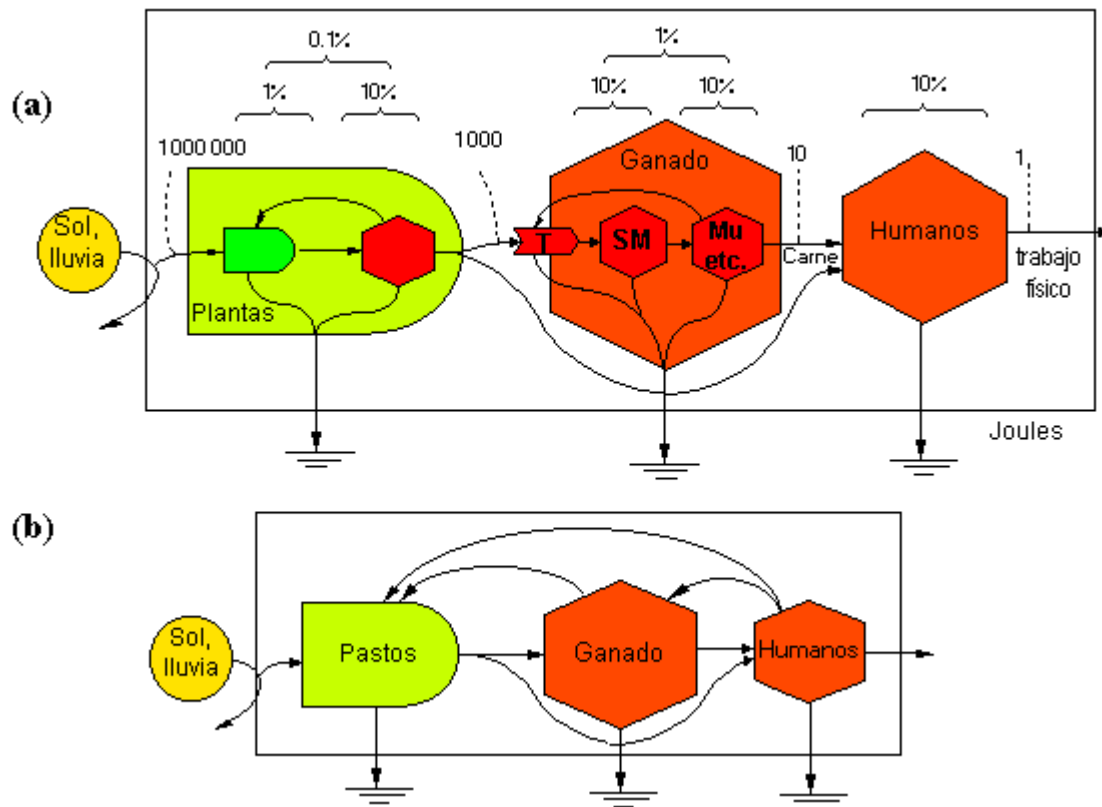
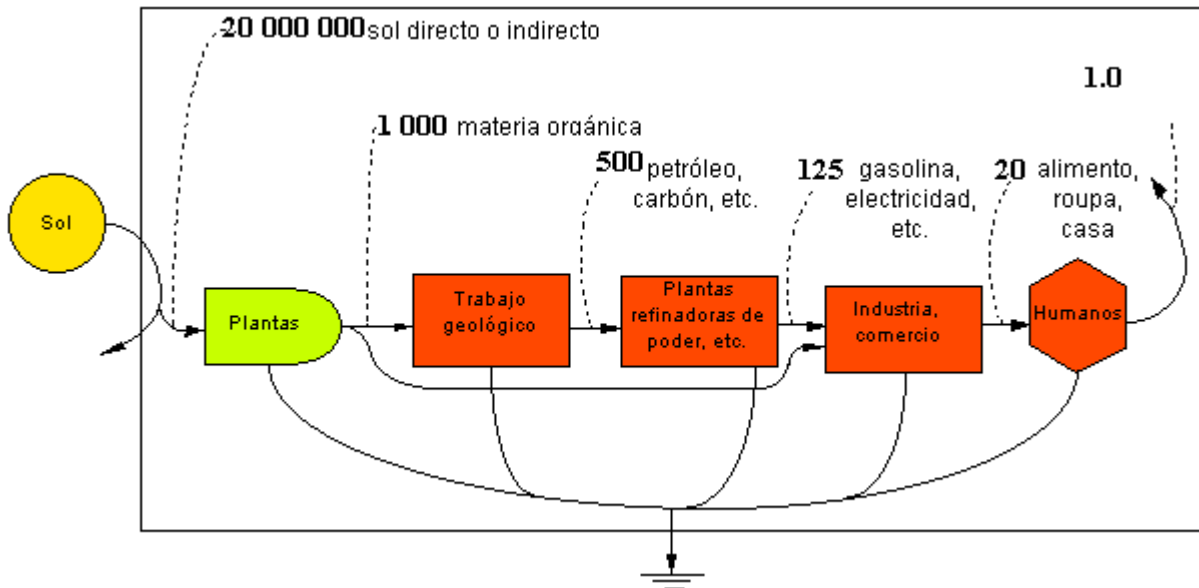

Figura 4.2 Cadena alimenticia de un rancho de ganado, soportando seres humanos
Figura 4.3 Cadena energética para una población urbana, basada en combustible.
La capacidad de sustentación de una área, para ciertos organismos, depende de donde están ubicados en la cadena alimenticia. Generalmente, una área puede soportar muchos productores (en el extremo izquierdo de la cadena alimenticia) y pocos consumidores de alta calidad (en el extremo derecho). Por ejemplo, en el rancho de la Figura 4.2 crecerá mas pasto que ganado.
alimenticia para este sistema simple de una granja es representada en la Figura 4.2 (a).
La retroalimentación en la Figura 4.2 (b) va de la hacienda hacia el ganado y de este al pastizal. La retroalimentación desde el granjero representa la administración en la forma de cría, rebaño, y protección del pastizal.
La Figura 4.2 representa la más baja energía en el mundo. El trabajo de los hombres es sustentado por una cadena alimenticia rural basada en pasto y ganado. En la sociedad industrial moderna los hombres poseen una cadena de energía más larga. Ella converge más energía para cada ser humano. El servicio humano tiene una calidad de energía mucho mayor, haciendo posible servicios de gran calidad y efecto. La Figura 4.3 muestra la mayor y moderna cadena alimenticia, la cual se inicia con las plantas verdes produciendo materia orgánica; esta es transformada en carbón y óleo, luego en electricidad y combustible (como la gasolina), sustentando una población altamente educada. La Figura 4.3 muestra que 20 millones de joules solares son necesarios para un joule de servicio humano, 20 veces más que en el patrón simple de la granja en la Figura 4.2 (a).
3. Discuta la importancia de la retroalimentación en la Figura 4.2 (b).
4. Explique por que los seres humanos son ubicados al final de la cadena alimenticia en la Figura 4.2 (b).
5. En términos de calidad de energía, cómo se comparan los seres humanos de la Figura 4.3 con los de la Figura 4.2 (b)?